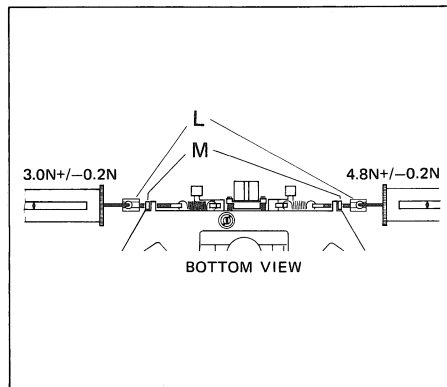

Fig. 3.10
- Den Spezialbolzen [L] an den Gewindestift anschrauben und eine Federwaage einhängen und daran ziehen, bis zwischen der Vierkantschraube [M] und der Halterung ein Luftspalt entsteht (Fig. 3.10).
- Screw special pin [L] to the headless set-screw, attach a spring dynamometer and pull at the latter until an air gap is created between the square nut [M] and the mounting. (Fig. 3.10)
- Vissez le boulon spécial [L] à la tige file-tée, accrochez-y le dynamomètre et tirez jusqu'à ce qu'apparaisse un jeu entre l'écrou à 4 pans [M] et le support. (Fig. 3.10)